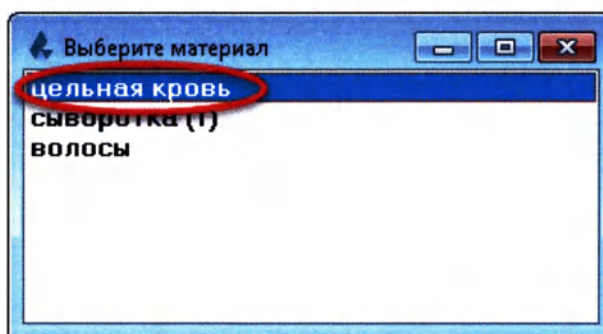

Рисунок 1.8
2. В открывшемся окне выберите биоматериал, щелкнув по выбранной записи 2 раза левой кнопкой мыши (Рисунок 1.8):